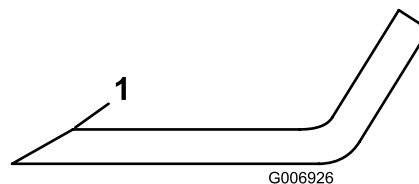

Figura 87
4. Inspeccione los filos de corte de todas las cuchillas. Si están romos o tienen mellas, afile únicamente la parte superior del filo y mantenga el ángulo de corte original para asegurar un afilado correcto (Figura 87).